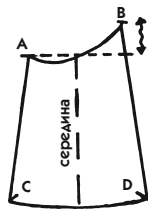

Рис. 286
2. Обозначьте середину, затем в каждом уголке надпишите буквы А, В, С, D, как показано на рис. 286.